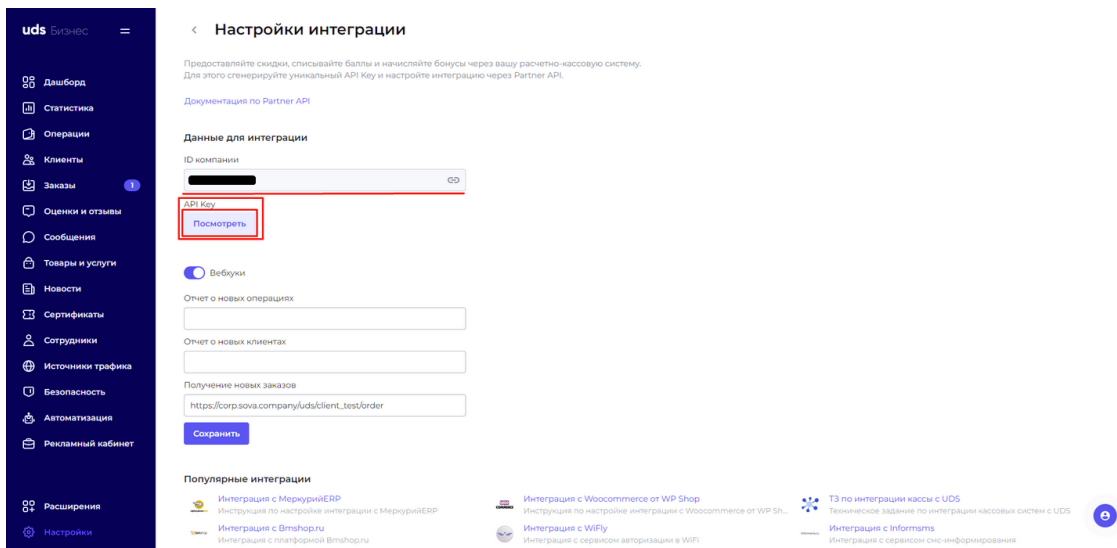
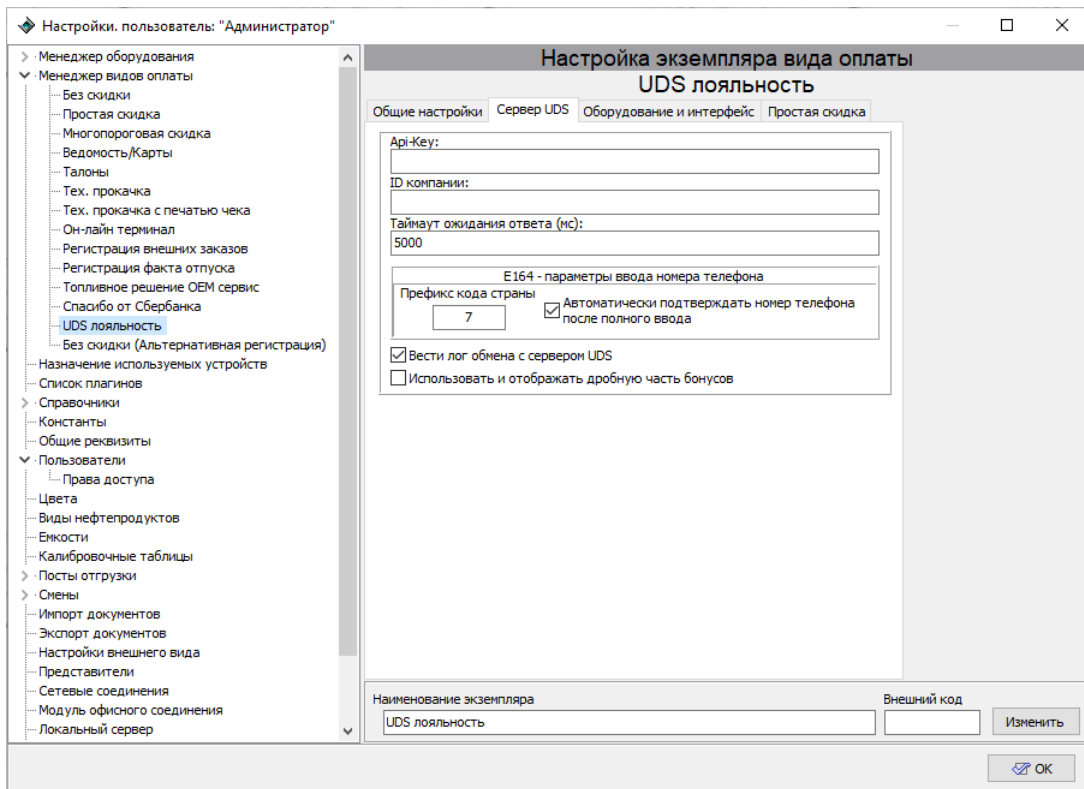

Рисунок 59. Настройка Интеграции.
Рисунок 60. Настройка шаблона вида оплаты "UDS лояльность", вкладка "Сервер UDS".
2. Заполнить раздел "Сервер UDS" в соответствии с Api-Key и ID компании на сайте UDS в разделе Настройки Интеграции (рисунок 59), (рисунок 60);